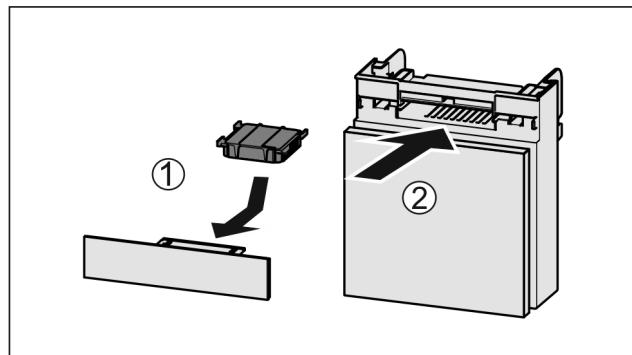

Fig. 135
- Вставити фільтр з активованого вугілля за малюнком Fig. 135 (1).
- Вставити відділення Fig. 135 (2).